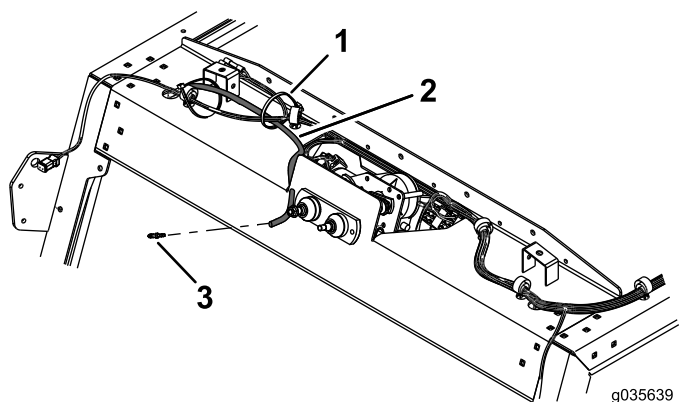
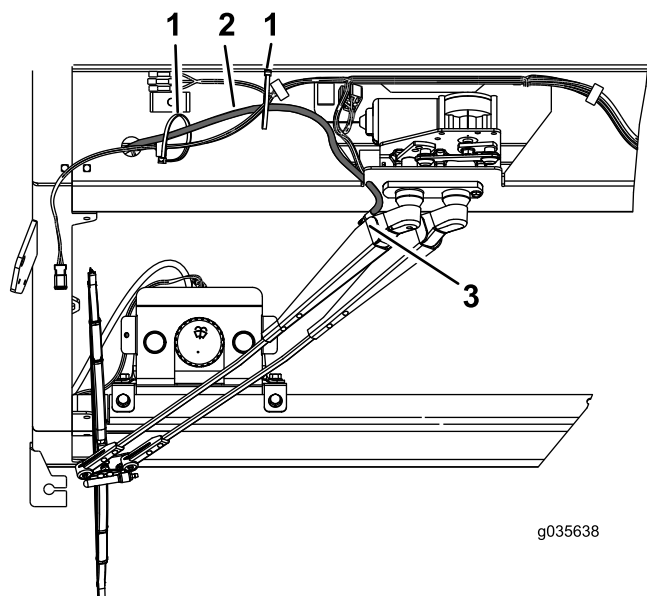

Figura 10
Figura 11
7. Montate la dentellatura del flessibile nel flessibile del motore della pompa e collegatelo al braccio del tergicristallo (Figura 10 e Figura 11).
8. Fissate il flessibile al cablaggio preassemblato con fascette per cavi, come illustrato nella Figura 11.